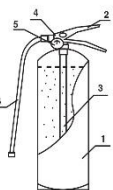

Рис. 1
4.1. Огнетушитель (рис. 1) состоит из корпуса 1, наполненного огнетушащим порошком. На горловине закреплено запорно-пусковое устройство 4 с индикатором давления. 5. ЗПУ оснащено ручкой для переключения огнетушителя в ручную для управления подачей порошка. 2. Огнетушитель оснащен сифонной трубкой 3, гибким рукавом 6 (корпус ОП-1, ОП-2, ОП-3) и распылителем для получения факела распыла порошка. Огнетушитель оснащен чехол для предотвращения саморазрядки.
На баллоне нанесена маркировка на одну, две или три строки. Допускается размещение наклейки (надписи) в центральной части цилиндрической поверхности, граничащей с верхней крышкой: по диаметру крышки, вдоль баллона по высоте, по диаметру цилиндрической части обечайки в нижней, средней или верхней частях обечайки (смотри рис. 1). Содержащая следующую информацию: